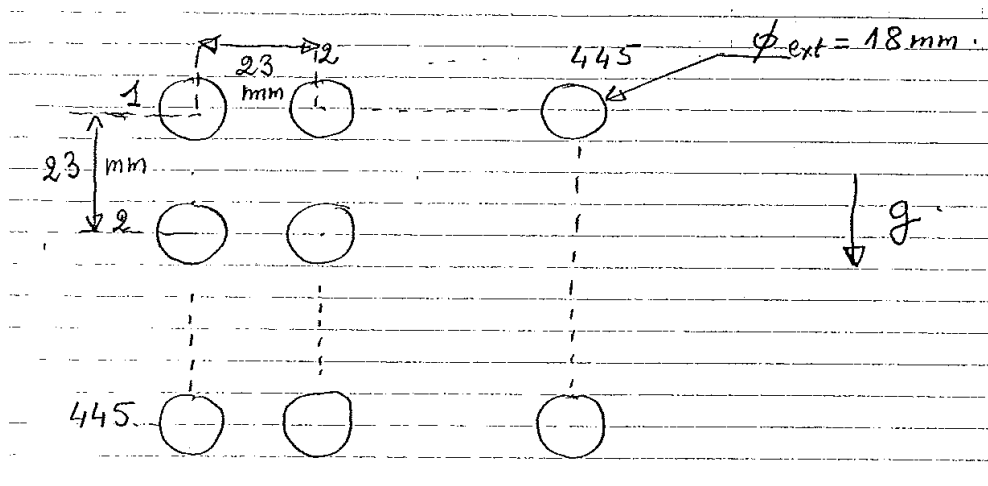

Figure 3: disposition des tubes dans le condenseur
- Le nombre de tubes dans le condenseur est de l'ordre de 198 025 et pour simplifier, on va supposer qu'ils sont disposés selon le schéma à pas carré de la figure 3. En utilisant la relation de Kern, calculer le coefficient de transfert moyen $\bar{h}_N^0$.